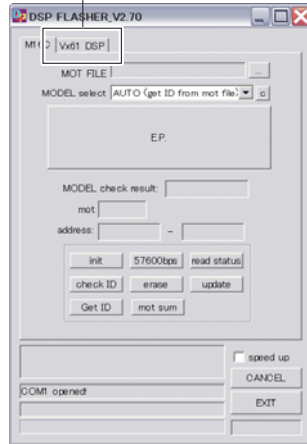

Fig. 4
1. With the power cable of this unit unconnected to the AC outlet, start up DSP_FLASHER Ver2.7.exe. The screen appears as shown below. (Fig. 4)
2. Click [Vx61 DSP]. (Fig. 4)
1. 本機の電源コードを AC コンセントに接続していない状態で、DSP_FLASHER Ver2.7.exe を起動します。下記の画面が表示されます。(Fig. 4)
2. [Vx61 DSP] をクリックします。(Fig. 4)